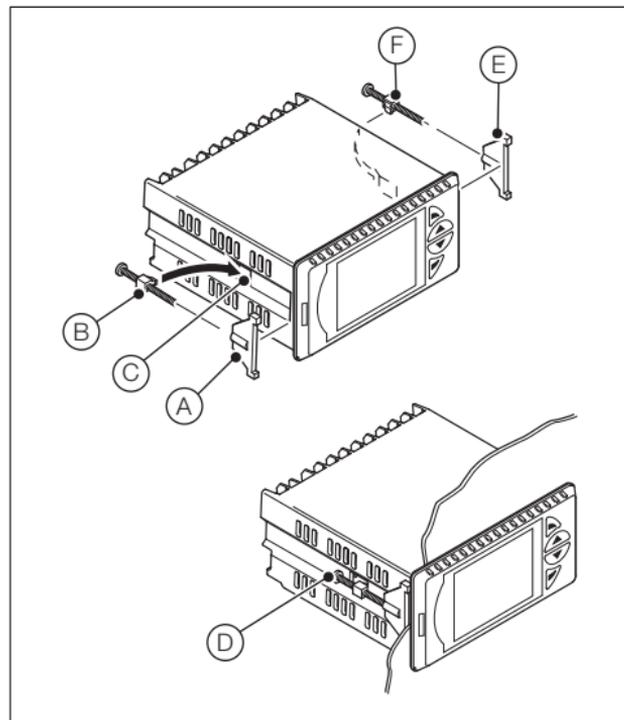

Fig. 4.8 Détails du montage
3. En ce qui concerne la figure 4.8 :
- a. Positionnez la bride de montage sur panneau supérieure (A) à l'avant et en haut du boîtier contre le panneau.
- b. Placez l'agrafe de la bride de montage (B) dans la fente (C).
- c. Serrez la vis de l'agrafe de la bride de montage (D) jusqu'à ce que la bride de montage (A) soit fixée contre le panneau.